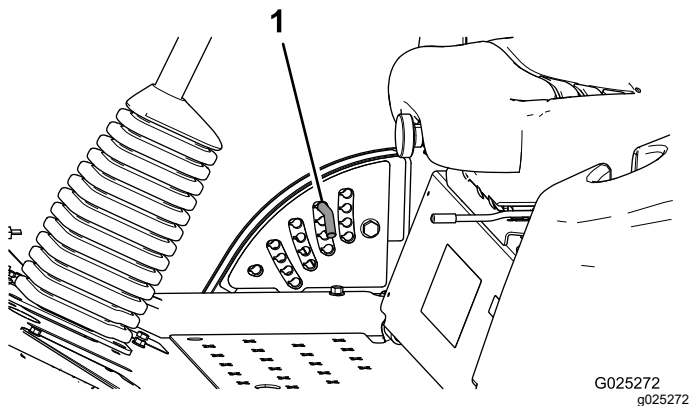

Bild 4
2. Drehen Sie zum Einstellen den Anschlagstift so lange, bis die Linien am Spannstift mit den Schlitzen in den Löchern in der Schnitthöhenhalterung ausgerichtet sind. Nehmen Sie ihn dann ab (Bild 4).
3. Wählen Sie ein Loch in der Schnitthöhenhalterung, das der gewünschten Schnitthöhe entspricht, stecken Sie den Stift ein und drehen Sie ihn nach unten, um ihn zu arretieren (Bild 4).
Hinweis: Es gibt vier Reihen der Lochpositionen (Bild 4). Die oberste Reihe ergibt die Schnitthöhe, die über dem Stift steht. Die zweite Reihe ergibt die Schnitthöhe plus 6 mm. Die dritte Reihe ergibt die Schnitthöhe plus 12 mm. Die unterste Reihe ergibt die Schnitthöhe plus 18 mm. Für die Stellung von 127 mm gibt es nur ein Loch, das in der zweiten Reihe ist. Mit diesem Loch werden nicht 6 mm den 127 mm hinzugefügt.